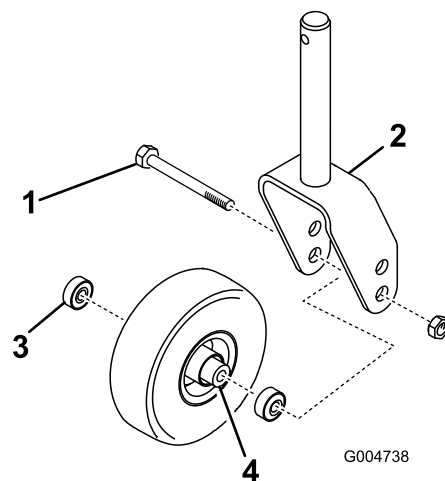

図 28
1. キャスタホイール・アセンブリをキャスタフォークの間に保持しているボルトのロックナット（図 28）を外す。キャスタホイールをつかんでおいて、ボルトをフォークまたはピボットアームから抜き取る。
2. ホイールのハブからベアリングを外して、ベアリングスペーサを床に落とす（図 28）。ホイールハブの反対側にあるベアリングを取る。